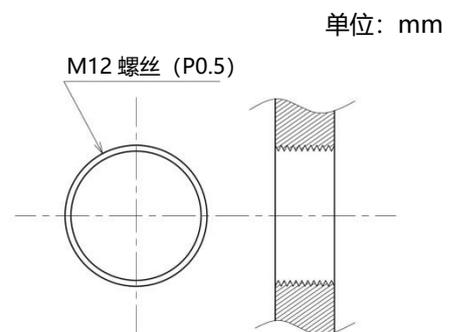

图 2. 安装孔加工尺寸
*5 请在容器的安装部位开设安装孔。（参阅图 2. “安装孔加工尺寸”）